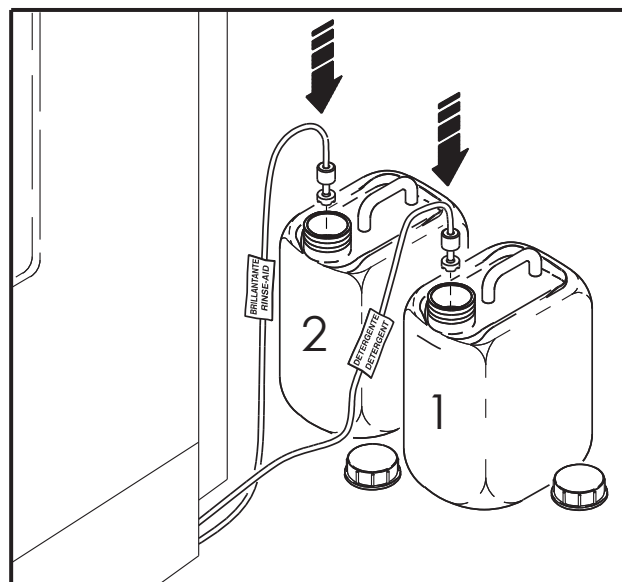

Fig. 22
- Controllare il livello brillantante e detersivo nel contenitore esterno, ed eventualmente sostituirlo (fig. 22)